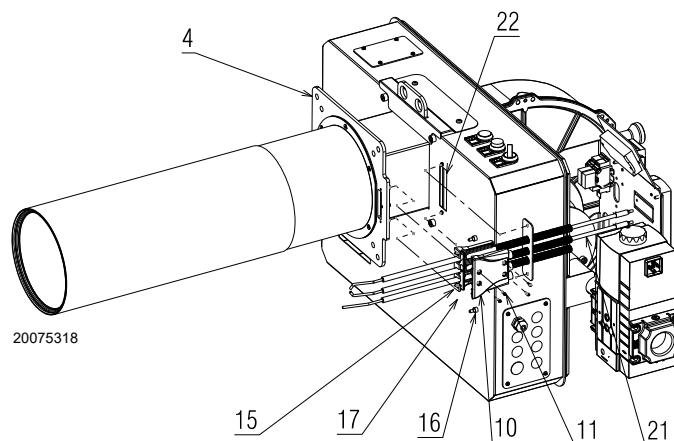
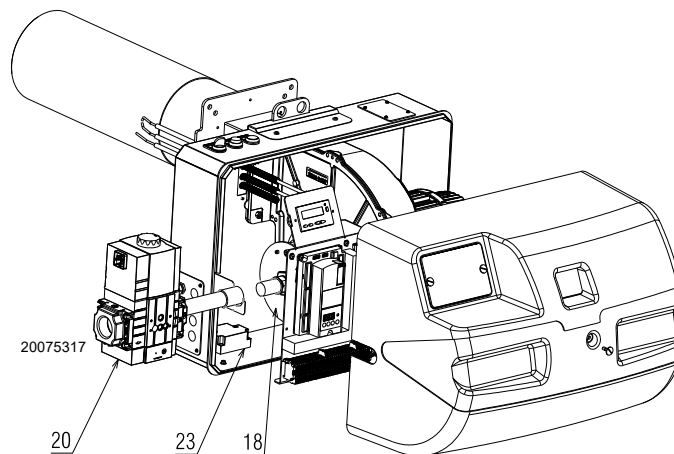

Fig. 18
Fig. 19
I bruciatori sono forniti con la testa di combustione già montata. Per l'installazione degli elettrodi procedere come segue (Fig. 18 e Fig. 19):
- Fissare la flangia 4)(Fig. 18) alla piastra della caldaia e avvitare i dadi 4). Durante questa operazione fare attenzione a non manomettere il gruppo elettrodi.